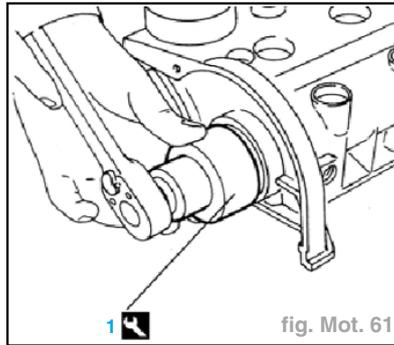

fig. Mot. 61
- A l'aide de l'outil (introduceur réf. **1.860.990.000**), monter le nouveau joint pare-huile d'arbre à cames, côté échappement (fig. Mot. 61).